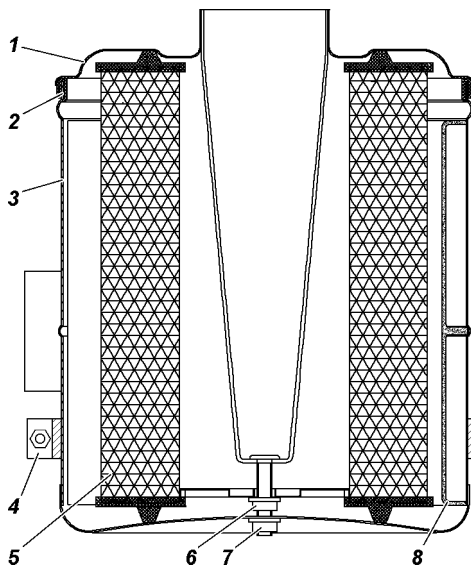

Рис. 9.12. Воздушный фильтр:
- отверните гайку хомута 4 (рис. 9.12), снимите хомут и воздушный фильтр;